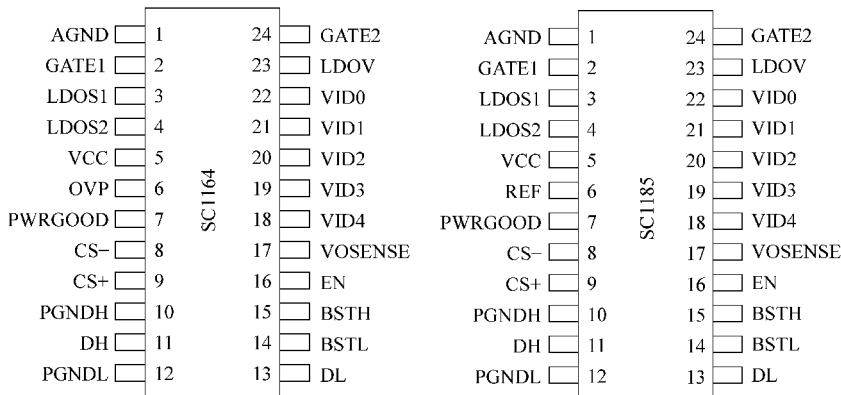

图 6-3 两种电源控制芯片引脚排列规律
2) SC1164 与 SC1185 两种电源控制芯片引脚排列规律如图 6-3 所示。